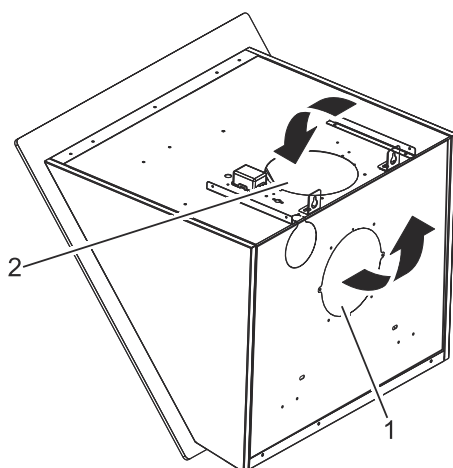

Fig. 16: Rotér motoren.
2. ➤ Tryk eller slå forsigtigt på det forskårne bagplade for at få den af. (Fig. 16/1).
4. ➤ Brug den runde metal plade til at lukke hullet af i toppen, med de medfølgende 2 skruer (Fig. 16/2).